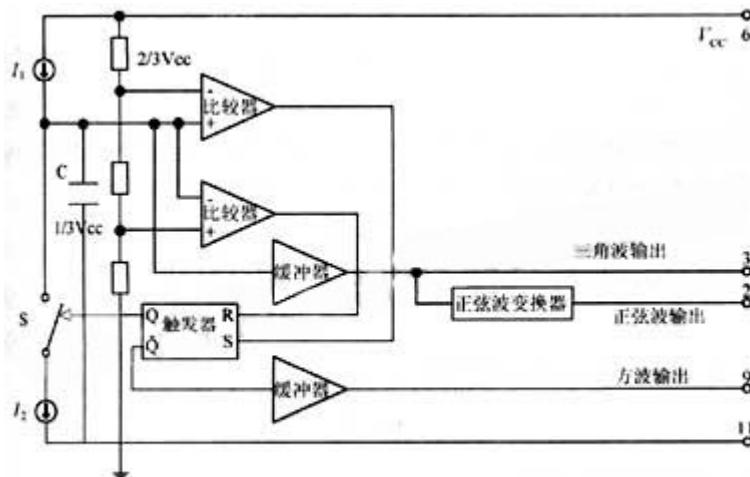

图 2 5G8038 多功能函数发生器原理方框图
- (1) 5G8038 多功能函数发生器的内部结构[2]和工作原理如图 2 所示。